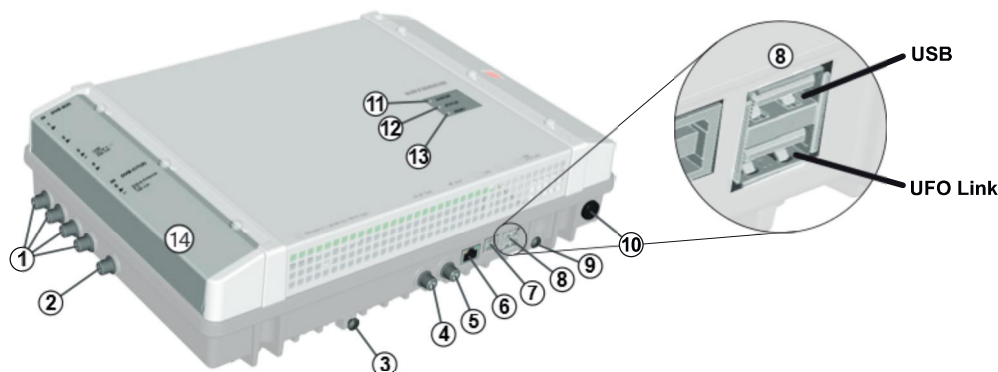

Abb. 1: Geräteelemente
- Gehäuse nicht öffnen und Gerät nicht verändern. Andernfalls erlöschen die Garantie und die Gewährleistung. Ausnahme: Abdeckung der CI-Schächte (Ⓜ in Abb. 1, S. 3)
1. Schließen Sie eine Potenzialausgleichsleitung (Cu,  $\geq 4 \text{ mm}^2$ ) an der Erdungsschraube an; siehe ⑨ in Abb. 1, S. 3.
- Die Stecker müssen am Master und Slave in die jeweils passende UFO Link-Schnittstelle gesteckt werden (⑧ in Abb. 1).